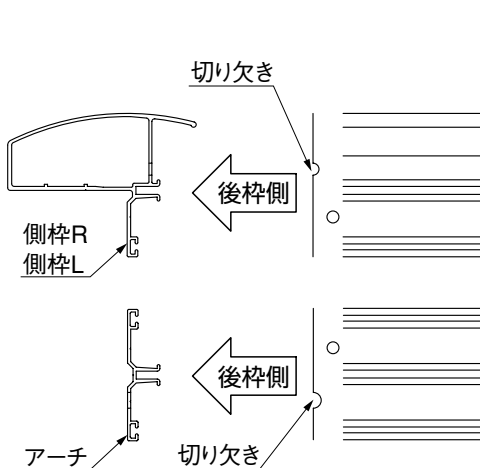
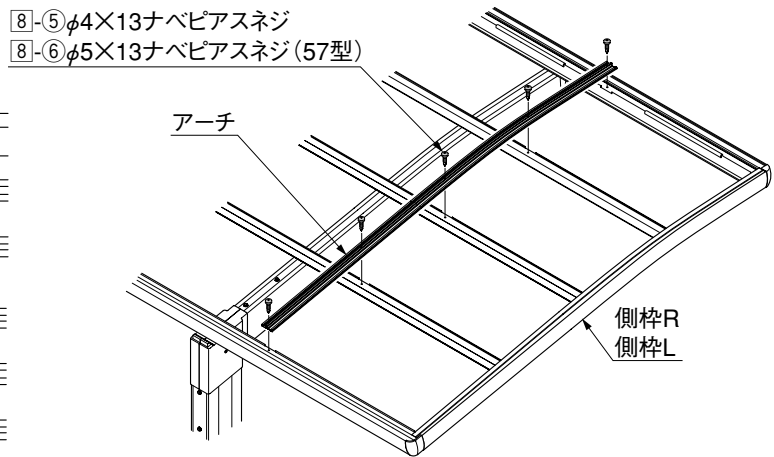

図4-3
図4-4
- 3 アーチの前後を確認して、前枠・後枠・母屋にアーチの穴を合わせて、8-5または8-6で取付けてください。(図4-3、図4-4参照)